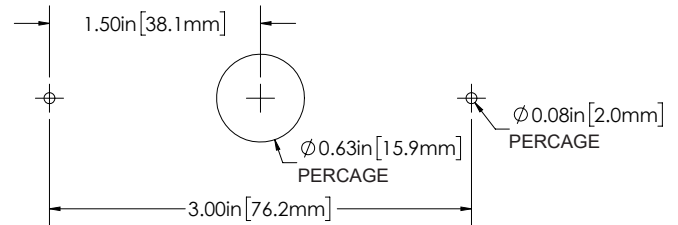

Figure 1
Étape 1. Marquez trois points à 1,5 po de distance sur la surface de montage. Voir la Figure 1.